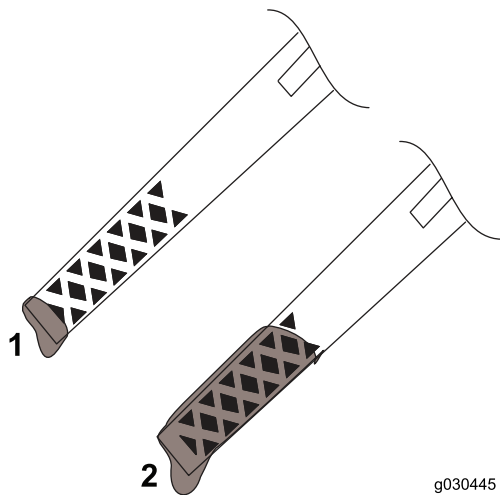

Рисунок 16
- Если уровень масла находится ниже отметки Add (Добавить) на шупе (Рисунок 16), долейте масло. См. Замена масла в двигателе (страница 17)
- Если уровень масла находится выше отметки Full (Полный) (Рисунок 16), слейте излишек масла, чтобы довести его уровень до метки Full (Полный) на шупе; см. (страница).